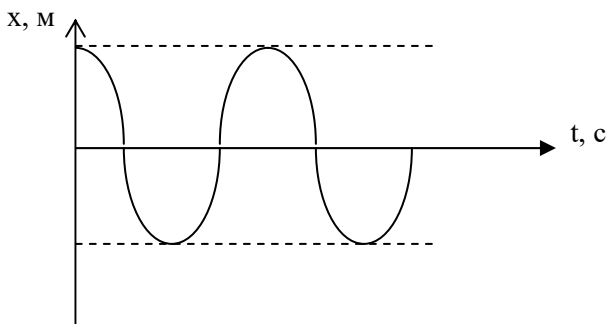

Рис. 11. График гармонических колебаний
Система, движение которой описывается уравнением вида (59), называется *гармоническим осциллятором*, а колебания – *гармоническими*. График гармонических колебаний представлен на рис.11.